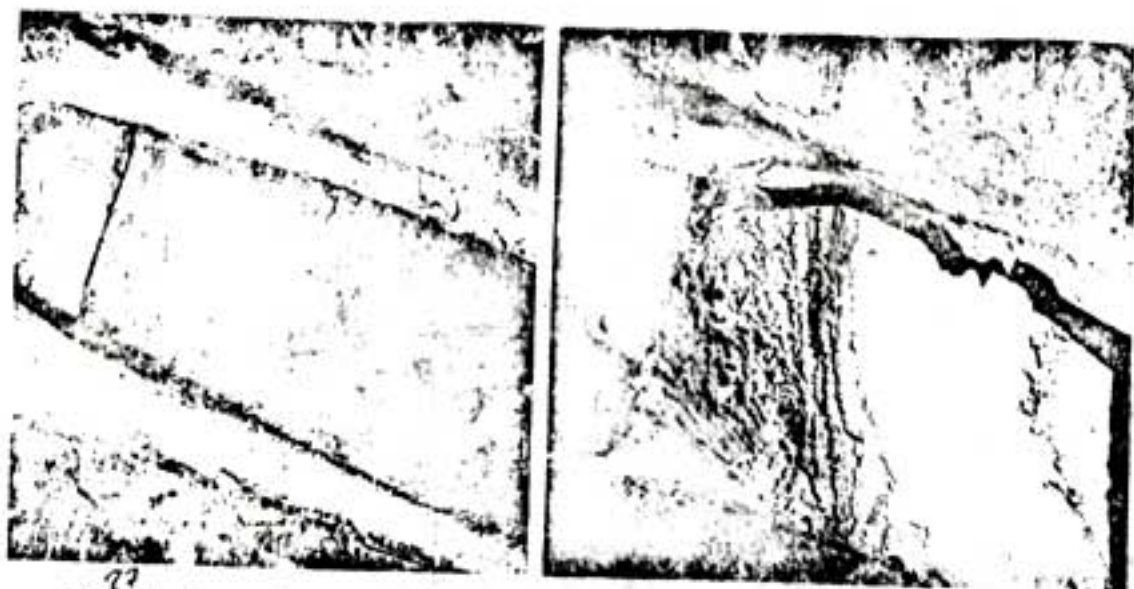

Fig. 27 - La Reparación Pronta de Este Corte a la Izquierda, Hubiera Evitado el Daño a la Derecha
- Localice la averfa. Infle un poco la cámara, sumérjala en el recipiente con agua. (Fig. 27)